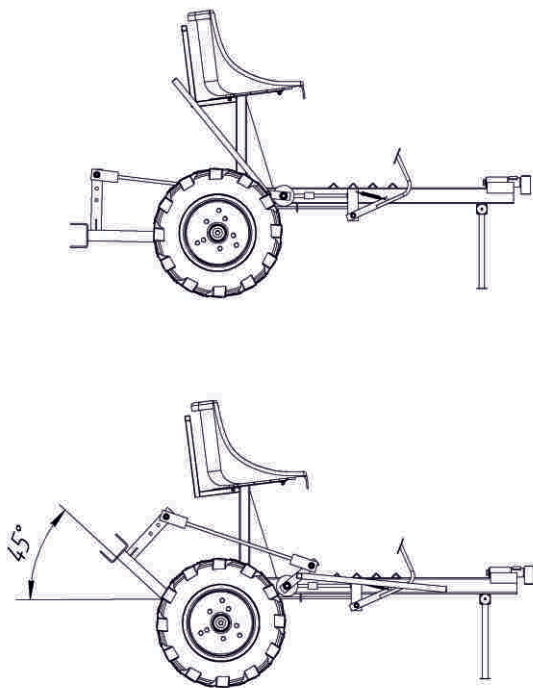

Рис. 3 Возможные положения прицепного узла
- 7.2. При помощи рычага меняется угол наклона прицепного узла, переводя тем самым его в рабочее или транспортное положение (рис. 3).